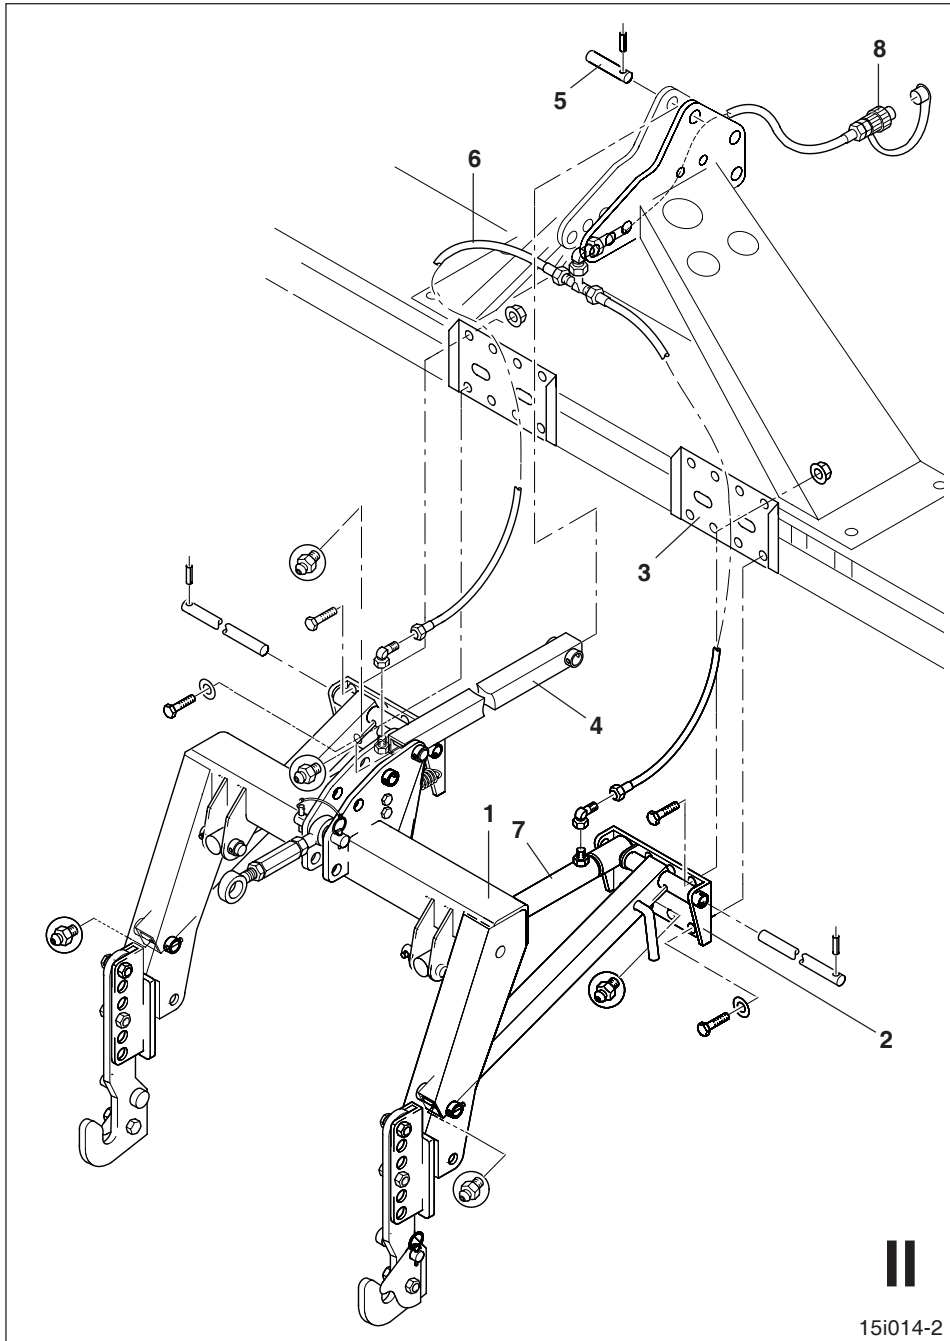

Fig. 13.3
- Hubrahmen (Fig. 13.3/1) in einen Kran einhängen.
- Platten (Fig. 13.3/2) des Hubrahmens an den Platten (Fig. 13.3/3) der Bodenbearbeitungsmaschine mit jeweils 5 Skt.-Schrauben anschrauben.
- Den Oberlenker (Fig. 13.3/4) am oberen Dreipunkt der Bodenbearbeitungsmaschine mit einem Bolzen (Fig. 13.3/5) befestigen und mit einem Spannstift sichern.
- Den vormontierten Hydraulikschlauch (Fig. 13.3/6) an beiden Hydraulikzylindern (Fig. 13.3/7) anschließen und an der Bodenbearbeitungsmaschine mit Kabelbindern befestigen.
- Kupplungsstecker (Fig. 13.3/8) am Schlepper an ein einfach wirkendes Steuerventil anschließen (s. auch Hinweis in Kap. 13.0). Hubrahmen von der Schlepperkabine aus mit Druck beaufschlagen und die Hydraulikanlage auf Leckstellen überprüfen. Leckstellen gegebenenfalls beseitigen.